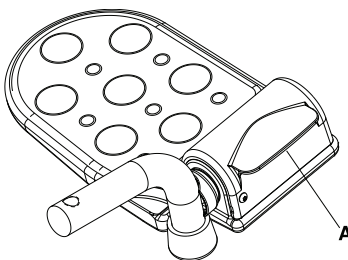

Figure 2-6 : Levier de repose-pied relevable
4. À l'aide du pied, abaisser les repose-pieds relevables en position de transport en soulevant le levier des repose-pieds (A) (Figure 2-6 à la page 2-15).